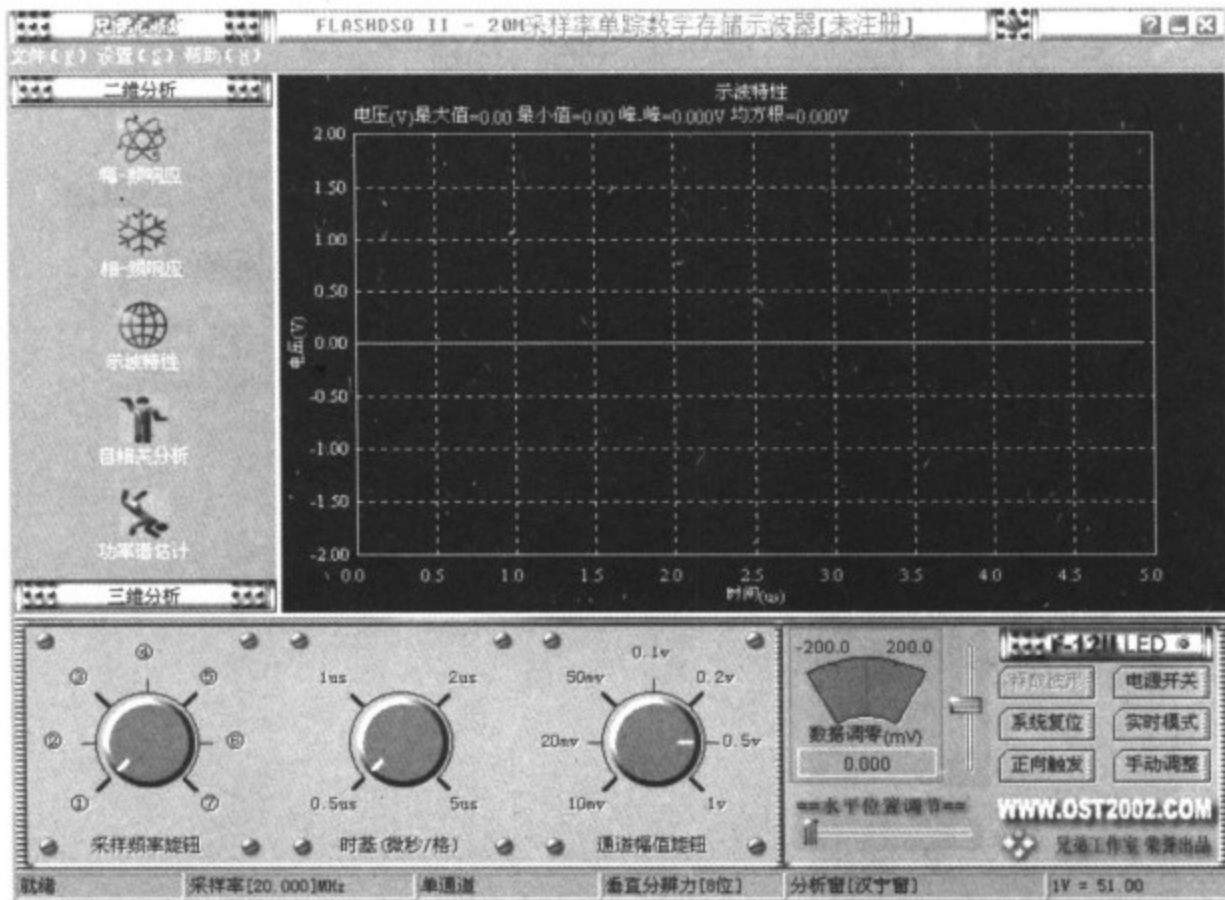

图 8-18 使用画面
(9) 开始使用。在完成上述步骤后, 出现图 8-18 所示的画面, 现在就可以开始使用了。